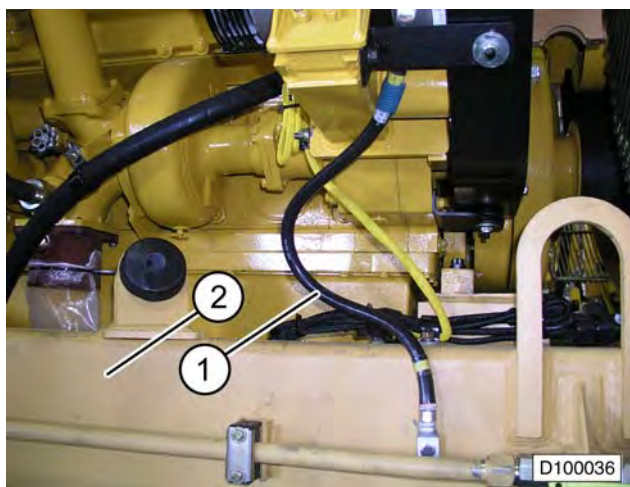
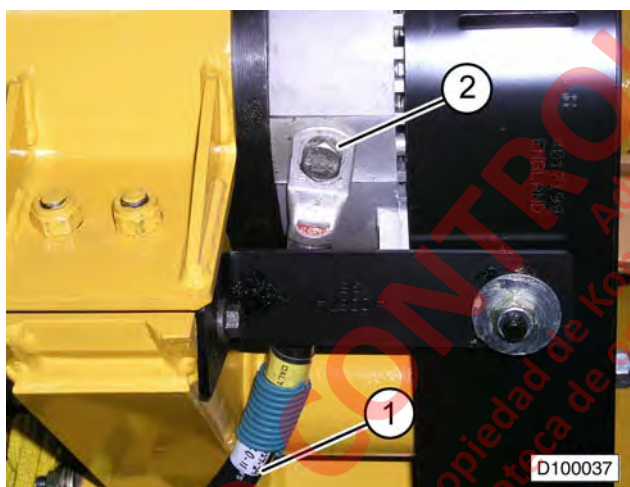

FIGURA 10-19. CABLE A TIERRA
FIGURA 10-20. CONEXIÓN DE LA CABLE A TIERRA
4. Retire la cable a tierra (1, Figura 10-19) del alternador, para ello retire el tornillo (1, Figura 10-20). No es necesario retirar completamente el cable a tierra a menos que esté dañado y se deba reemplazar.
6. Instale la cable a tierra (1, Figura 10-19) en el alternador. Apriete el tornillo del cable a tierra (2, Figura 10-20) a **15 N·m** (11 ft lb). Si el cable de conexión a tierra se desmontó del chasis, vuelva a conectarlo.